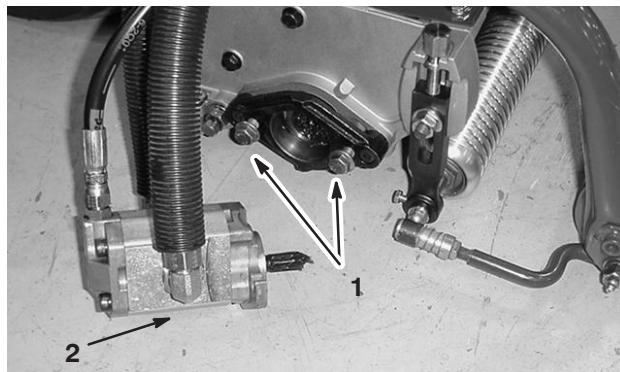

Bild 13
7. Bringen Sie die Befestigungs-Kopfschrauben an, mit denen die Spindelantriebsmotoren an jedem Mähwerk befestigt werden. Lassen Sie ungefähr 13 mm Gewinde an jeder Befestigungs-Kopfschraube sichtbar (Bild 13).
10. Fetten Sie die Keilwelle des Motors mit frischem Fett ein und bringen den Motor durch Drehen nach rechts an, so dass die Motorflansche von den Bolzen entfernt sind. Drehen Sie den Motor nach links, bis die Flansche die Bolzen umhüllen. Ziehen Sie die Befestigungs-Kopfschrauben fest (Bild 13).